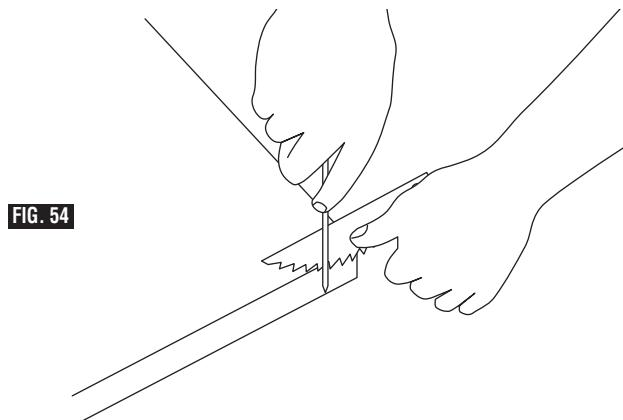

FIG. 54
3. Hold spreader with left hand and place pawl over corner of workbench (Fig. 54).
3. Tenez le séparateur de la main gauche et placez le taquet contre un coin de l'établi (fig. 54).
3. Sujete el separador con la mano izquierda y coloque el trinquette sobre la esquina del banco de trabajo (Fig. 54).